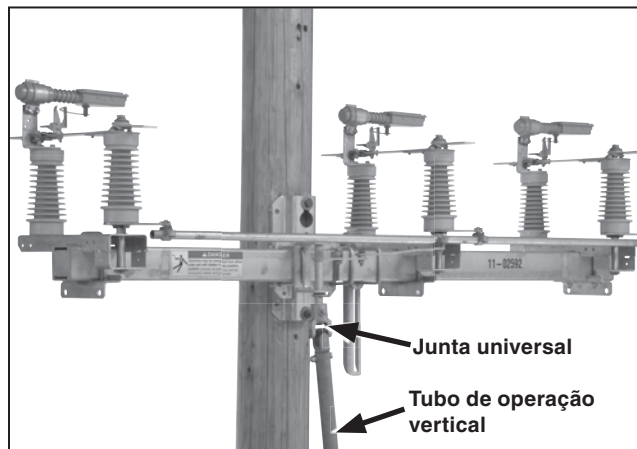

Figura 7. Acoplamento do tubo de operação vertical superior à chave em uma configuração de montagem horizontal.
PASSO 5. Localize a junta universal na caixa contendo as partes para montagem fornecidas. Acople a junta universal ao eixo rotativo do mecanismo usando o pino de $\frac{1}{2}$ polegada em aço inoxidável, a arruela plana e o contrapino fornecidos. Ver Figura 7 ou 8, conforme aplicável. Instale a seção mais alta do tubo de operação vertical previamente perfurado na junta universal, conforme mostrado na foto. Em seguida, prenda o tubo de operação na junta universal usando o conjunto fornecido composto pelo parafuso de $\frac{1}{2} \times 13 \times 2\frac{1}{2}$ polegadas, arruela plana e porca. *Caso somente uma seção de tubo vertical seja usada, omita os Passos 6 a 9 e continue do Passo 10.*